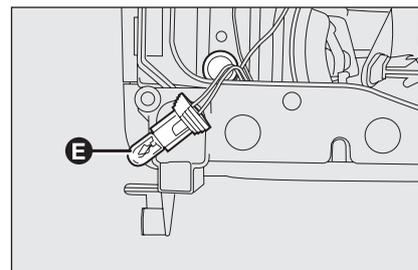

fig. 23
- enlever l'ampoule grillée **E**-fig. 23 et engager la nouvelle ampoule;